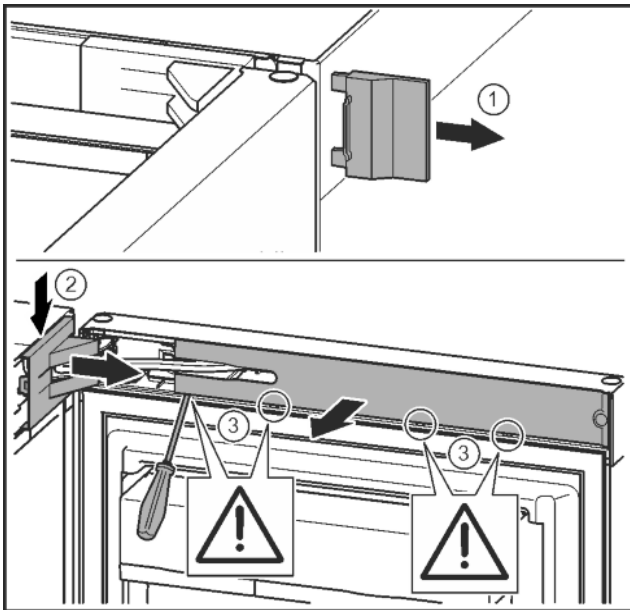

Fig. 11
- ▶ Äußere Abdeckung abnehmen. Fig. 11 (1)
- ▶ Lagerbockabdeckung mit Hilfe eines Schraubendrehers ausrasten und lösen. Lagerbockabdeckung abnehmen. Fig. 11 (2)
- ▶ Blende mit Schlitzschraubendreher ausrasten und zur Seite schwenken. Fig. 11 (3)